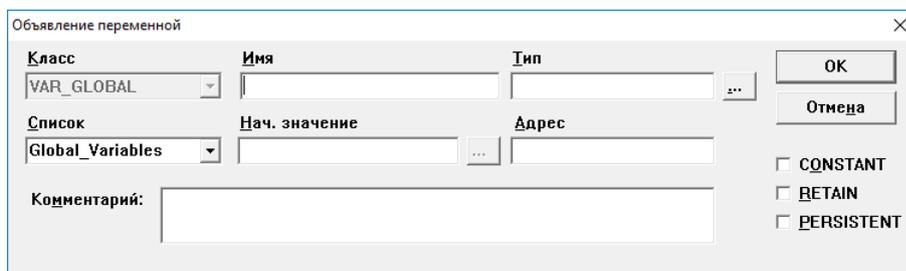

Рисунок 10.4 – Окно объявления переменной
3. Задать и сохранить глобальную переменную в открывшемся окне автоматического объявления переменной (см. рисунок 10.4).